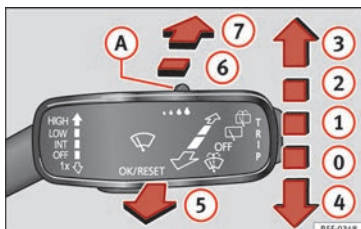

Bild 32 Styra vindrutetorkare och bakrutetorkare
| 1 | | Intervalltorkning med vindrutetorkarna. Med reglaget » bild 32 (A) ställs intervallet in (fordon utan regnsensor) eller regnsensorns känslighet. |